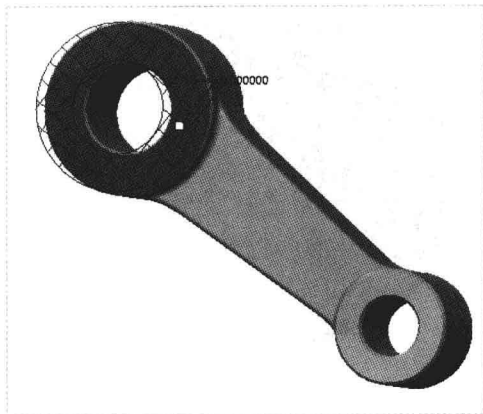

图 7-111 分析偏移
Step 04 在模型上选择合适的平面，此时以网格显示曲面，即可分析偏移，如图 7-111 所示。